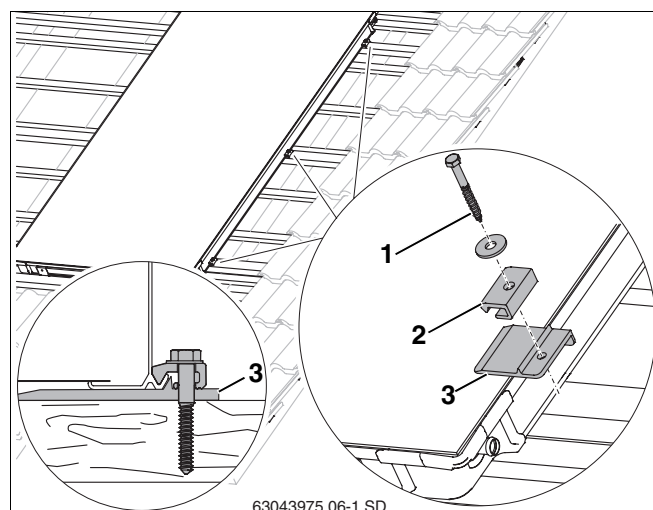

Рис. 25 Укладка и крепление первого коллектора
- Слегка приподнять коллектор и сдвинуть вниз под коллектор правые подкладные пластины (рис. 25, **поз. 3**) на 2-ой и 3-ей дополнительных рейках, а также в середине коллектора на имеющейся рейке так, чтобы выступ уперся в край коллектора.
- Для винта (рис. 25, **поз. 1**) нужно заранее просверлить отверстие сверлом 4 мм.
- Закрепить односторонний прижим (рис. 25, **поз. 2**), установив винт 6×40 (рис. 25, **поз. 1**) и подкладную шайбу (используйте ключ SW 10).